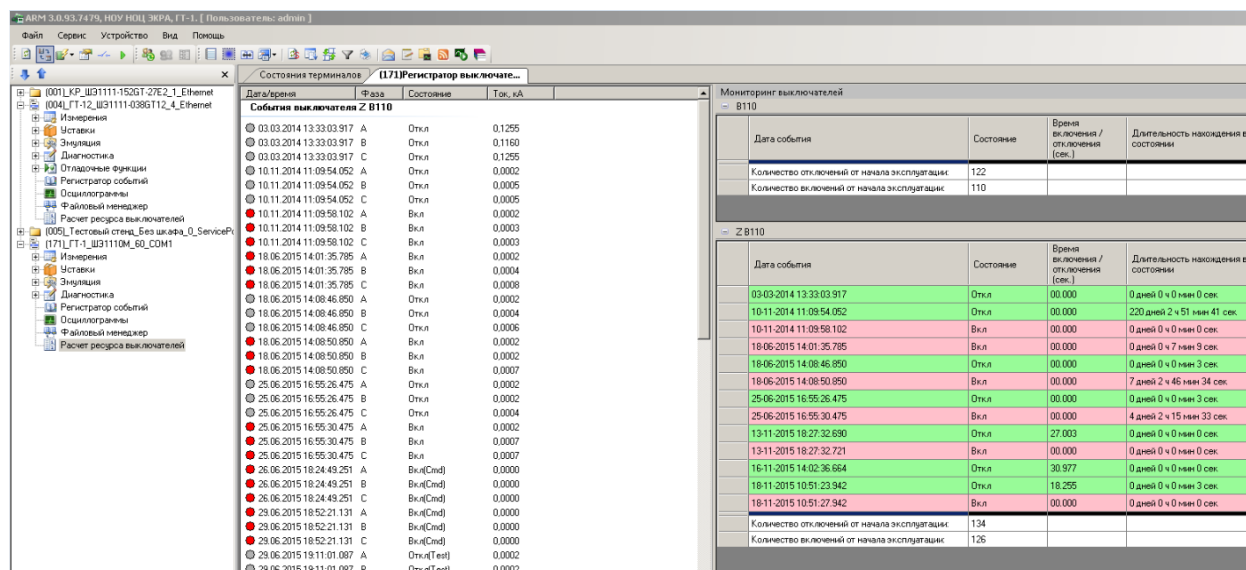

Рисунок 2.126
– Токи на момент события – отображает значения сохраняемых векторов на момент события. Также отражены таблицы отключений и включений **на текущий момент**, а не на момент события (см. рисунок. 2.126);